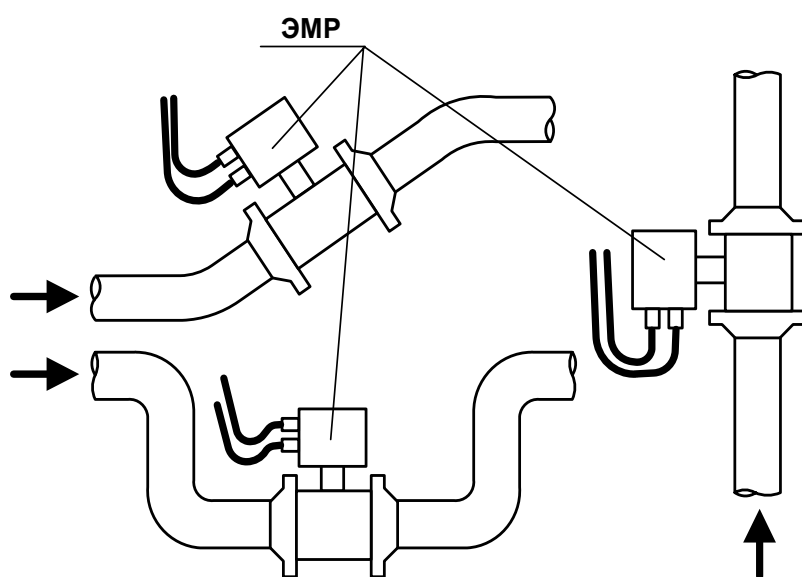

Рис.1. Рекомендуемые места установки ЭМР.
- в месте установки в трубопроводе не должен скапливаться воздух – ЭМР не должен располагаться в верхней точке трубопровода на участке монтажа расходомера, а также в трубопроводе с открытым концом; наиболее подходящее место для монтажа (при наличии) – нижний либо восходящий участок трубопровода (рис.1);